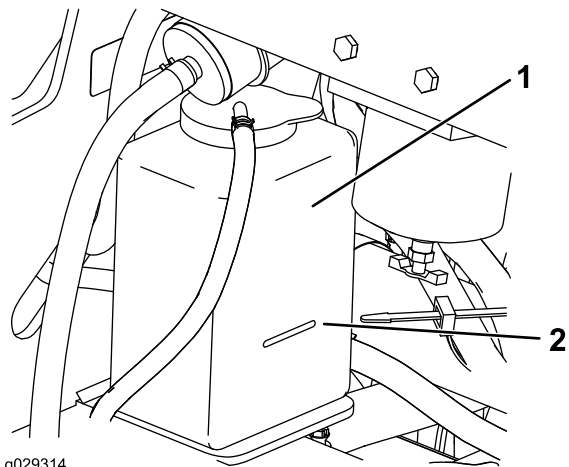

Figura 68
3. Verificai nivelul lichidului de răcire din rezervorul de expansiune (Figura 68).